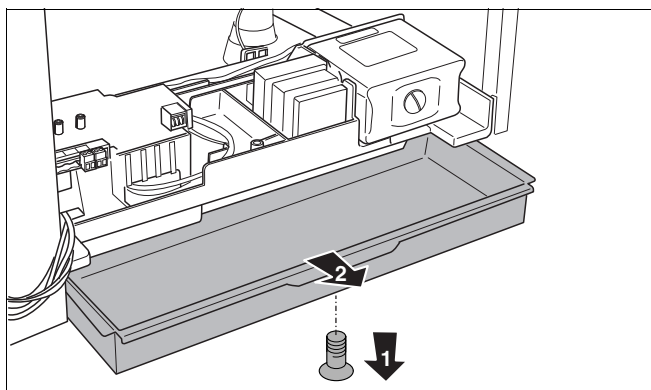

Bild 45 Öppna lådan
- Lossa skruven (bild 45, **steg 1**).
- Öppna lådan (bild 45, **steg 2**).